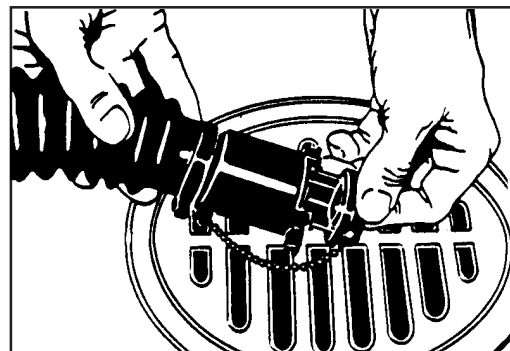

Abb. 27
- 1.) Drehen Sie den Ventilgriff nach links. Ziehen sie den Griff heraus, um den Abfluß zu öffnen (Abb.27).